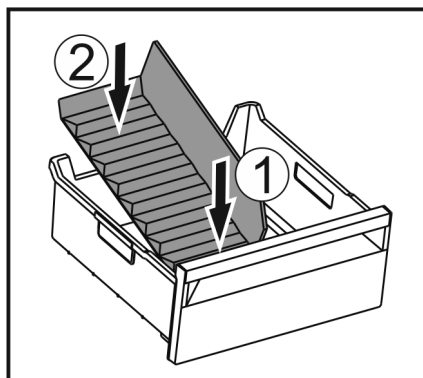

Fig. 107
- ▶ Vstavite sprednji del pregrade predala za led. Fig. 107 (1)
- ▶ Zadnji del pregrade predala za led spustite do dna predala. Fig. 107 (2)